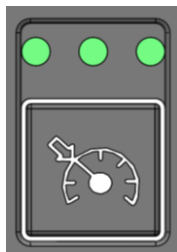

Рисунок 3.73. Кнопка ограничения скорости
- ▶ Удерживать кнопку «Ограничение скорости» (рис. 3.73) в блоке кнопок управления 1.